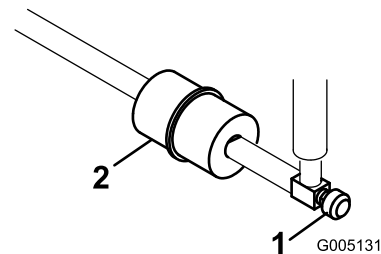

図 49
燃料フィルタはインラインタイプで、燃料タンクとキャブレタの間に設置してあります(図 49)。800 時間ごと、又は燃料の流れが悪くなれば交換してください。フィルタに付いている矢印をエンジンの方に向けて取り付けてください。
- 燃料バルブを閉じ、フィルタのキャブレタ側についているホースクランプをゆるめ、燃料ラインからフィルタを外す(図 49)。
- フィルタの下に容器を置き、もう一方のクランプも外してフィルタを取り出す(図 49)。